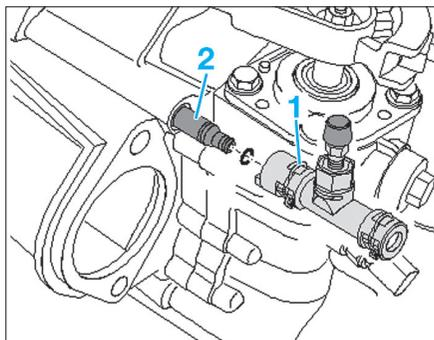

Fig. 16
- Tirer l'agrafe (1) pour débrancher la canalisation du cylindre récepteur (2) (Fig.16).